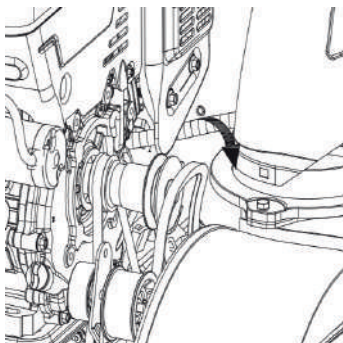

Рис. 27
4. а. Снимите шнековый ремень со шкива двигателя. См. рисунок 27.